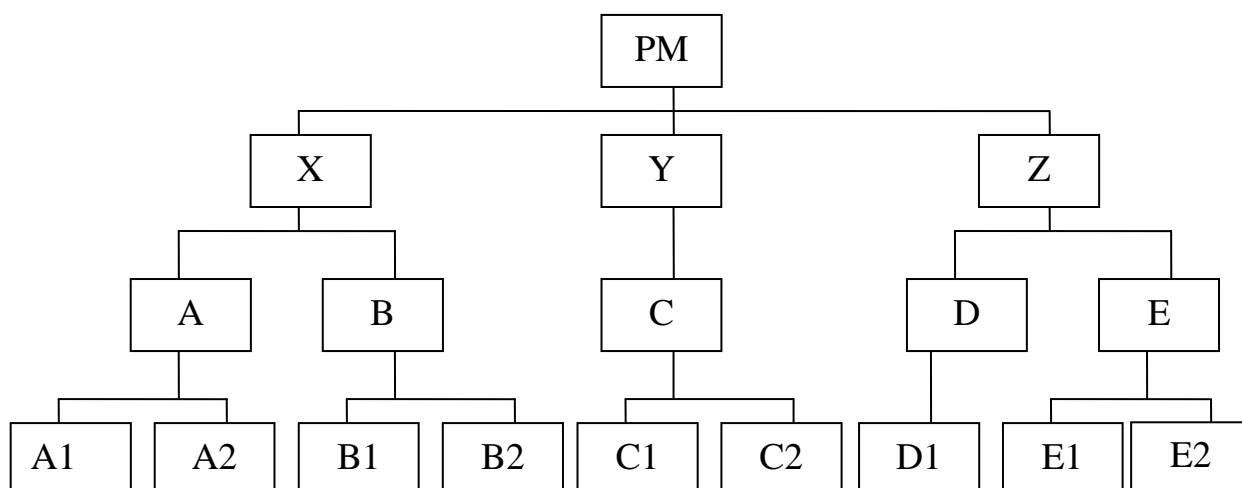

Рис. 2. Организационная структура исполнителей (OBS)
3. На основе анализа участников проекта построить организационную структуру исполнителей (OBS) (рис. 2).